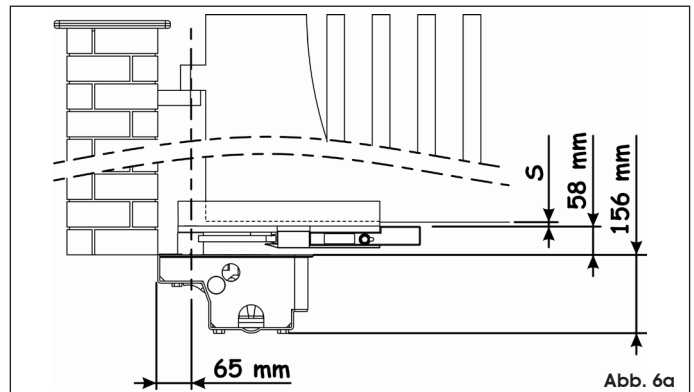

Abb. 6a
- Mindestabstand zwischen unterer Torkante und Boden: siehe Abb. 6a (wobei "s" = Stärke Führungsbügel);
2. Unter Beachtung der Angaben in Abb. 6a - 6b - 6c ist das tragende Gehäuse im ausgehobenen Bereich eben zu positionieren. Die Mitte des Gehäusebolzens muß einwandfrei mit der Flügel-Drehachse ausgerichtet sein (Abb. 6a - 6b - 6c).